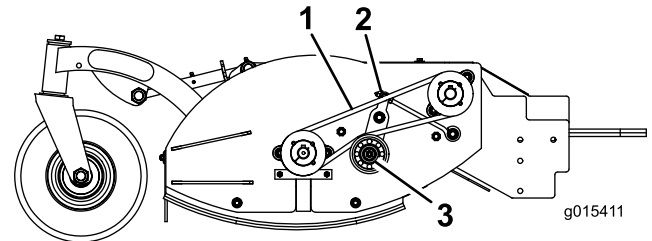

Figura 10
Eseguite un controllo visivo sulla cinghia (Figura 10), individuando sporco, usura, incrinature e segni di surriscaldamento. Se la cinghia appare eccessivamente usurata o mostra segni di danni, sostituirla.
Per sostituire la cinghia, completate la seguente procedura, facendo riferimento a Figura 10:
La tensione corretta della cinghia del tosaerba equivale all'applicazione di una forza di 2 kg che flette la cinghia di 13 mm nel punto medio della campata più lunga (Figura 10).
- A. Allentate il dado di bloccaggio (Figura 10)